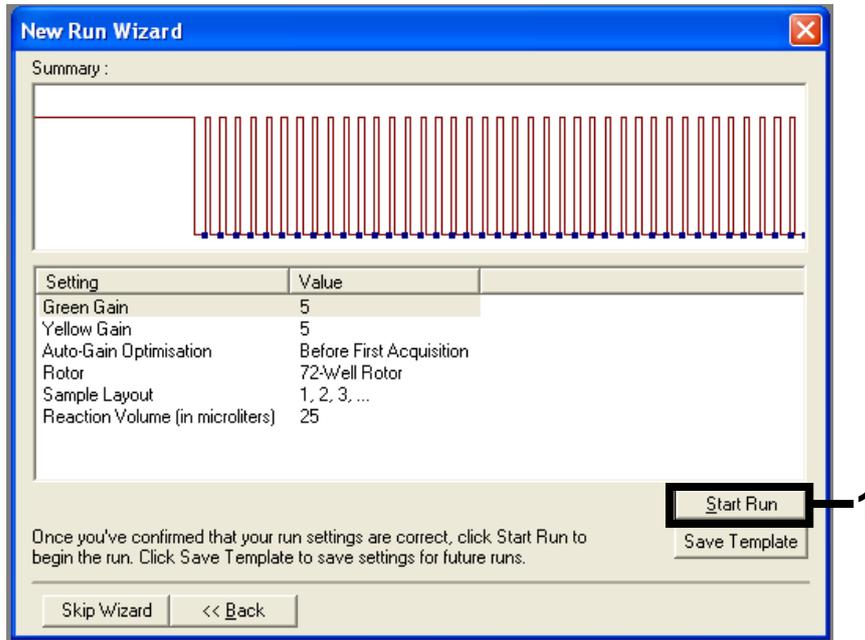

Figure 36. Boîte de dialogue « New Run Wizard » (assistant nouvelle analyse) et écran de résumé (1 = bouton « Start Run » (démarrer l'analyse)).
5. Vérifier le résumé puis cliquer sur « Start Run » (démarrer analyse) pour sauvegarder le fichier d'analyse et démarrer l'analyse (figure 36).